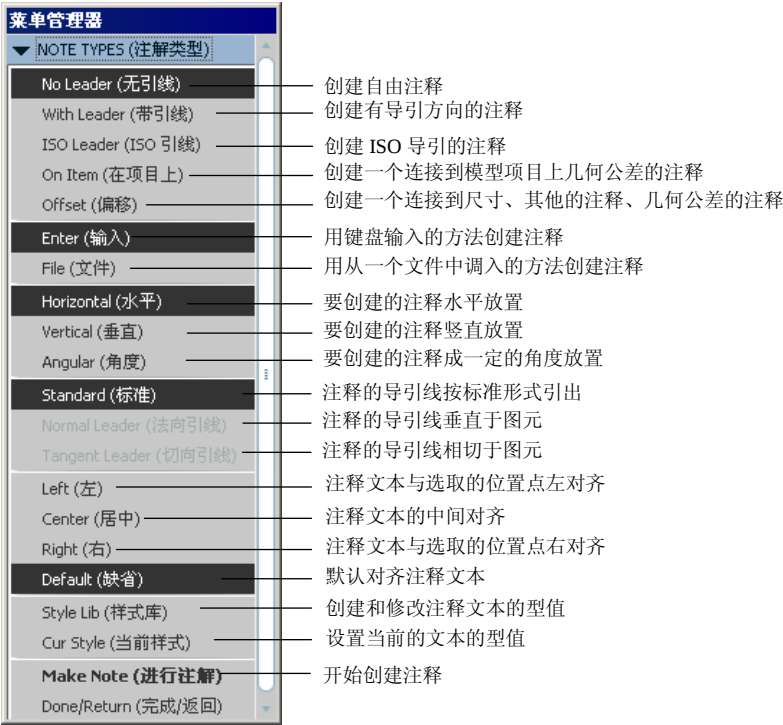

图 10.6.1 “注释类型”菜单
在工具栏中选择 **注释** 命令，系统弹出 **NOTE TYPES (注解类型)** 菜单（如图 10.6.1 所示）。在该菜单下，可以创建用户所要求的属性的注释，例如注释可连接到模型的一个或多个边上，也可以是“自由的”。创建第一个注释后，Pro/ENGINEER 使用先前指定的属性要求来创建后面的注释。
Step2. 在图 10.6.1 所示的菜单中, 选择 **No Leader (无引线)**  **Enter (输入)**  **Horizontal (水平)**  **Standard (标准)**  **Default (缺省)**  **Make Note (进行注解)** 命令。
Step2. 在图 10.6.1 所示的“注释类型”菜单中, 选择 **With Leader (带引线)**  **Enter (输入)**  **Horizontal (水平)**  **Standard (标准)**  **Default (缺省)**  **Make Note (进行注解)** 命令。